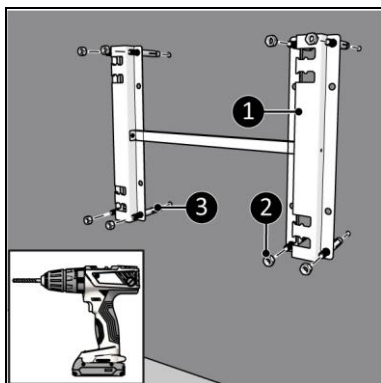

Figura 10
1. Așezați suportul de perete, cu deschiderile suportului înspre stânga și marcați cele opt găuri (Figura 10).
3. Fixați bolțurile de ancorare (Figura 10, poz. 3).
4. Fixați suporturile de perete (Figura 10, poziția 1) cu opt șuruburi (Figura 10, poziția 2).